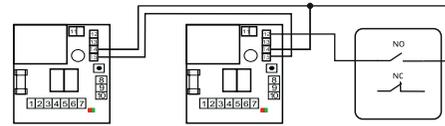

Рис. 7. Вариант управления без переключки
**6.2.1. Управление группой устройств, переключатель не установлена (см. рис. 7)**